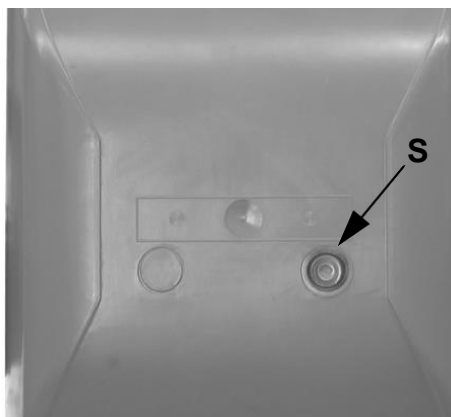

Fig. 37
- Vergewissern Sie sich, dass der Schaltkasten nicht ausgeschaltet ist, und entriegeln Sie ihn gegebenenfalls mit dem Entriegelungsknopf S auf dem Brennerdeckel (siehe Abb. 37).
| S | Reset-Taster (Abb. 37) |